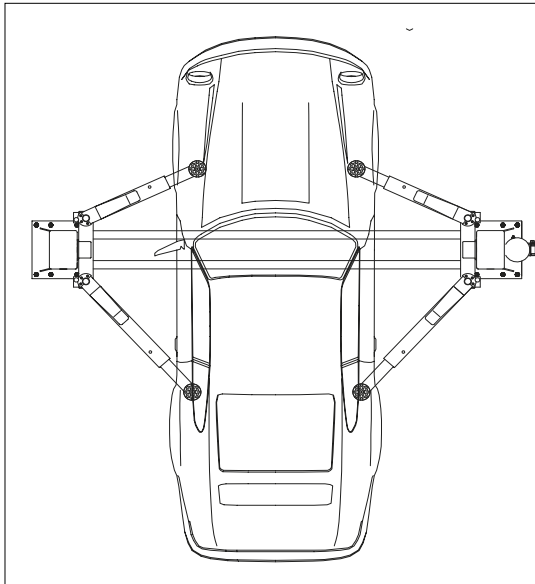

Рис. 12 Правильное распределение веса автомобиля
Необходимо установить автомобиль на подъемнике таким образом, чтобы его вес был правильно распределен на лапах (рис.12). Для безопасности подъемника и сотрудника следует помнить:
- ◆ Автомобиль правильно расположен на подъемнике (рис.12)